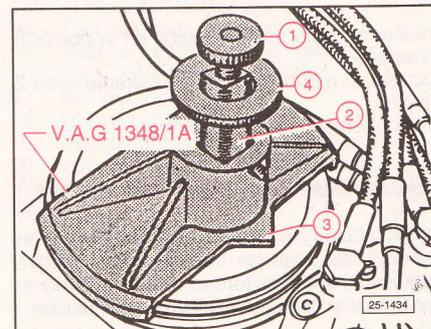

Fig. 4.85
Girar o desplazar hasta el punto final superior el tornillo de ajuste (1), la corredera (2) y la tuerca moleteada (4) del dispositivo de ajuste V.A.G 1318/1A y colocar éste centrado sobre el borde del medidor de caudal de aire. La punta (3) del dispositivo debe quedar hacia el lado del distribuidor de combustible (Fig. 4.85).
Introducir la corredera (2) hasta el tope (Fig. 4.85).
Apretar el tornillo de ajuste (1) hasta que el pie magnético se apoye contra el tornillo de fijación del disco de contención (Fig. 4.85).
Accionar el mando a distancia y desatornillar el tornillo de ajuste (1) hasta que se observe el comienzo de la inyección en uno de los inyectores (Fig. 4.85).
Tirar de la corredera (2) del dispositivo de ajuste, hasta situarla en la primera posición de encastre (Fig. 4.85).
Tirar de la corredera (2) del dispositivo de ajuste, hasta situarla en la segunda posición de encastre (Fig. 4.85).